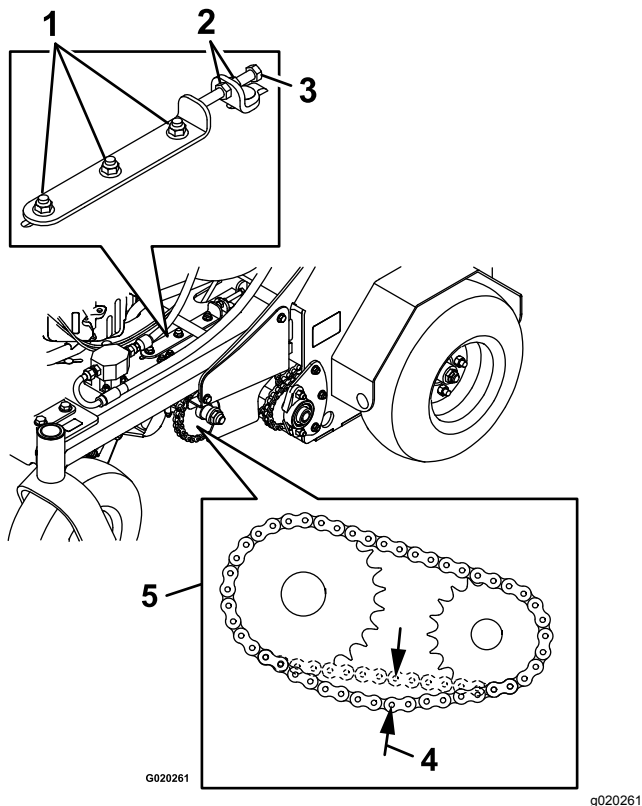

Figure 71
4. De chaque côté de la machine, desserrez les 3 écrous et boulons qui fixent le support de transmission et la plaque de tendeur, ainsi que les 2 écrous qui fixent le boulon de réglage sur la plaque de tendeur, comme montré à la Figure 71.